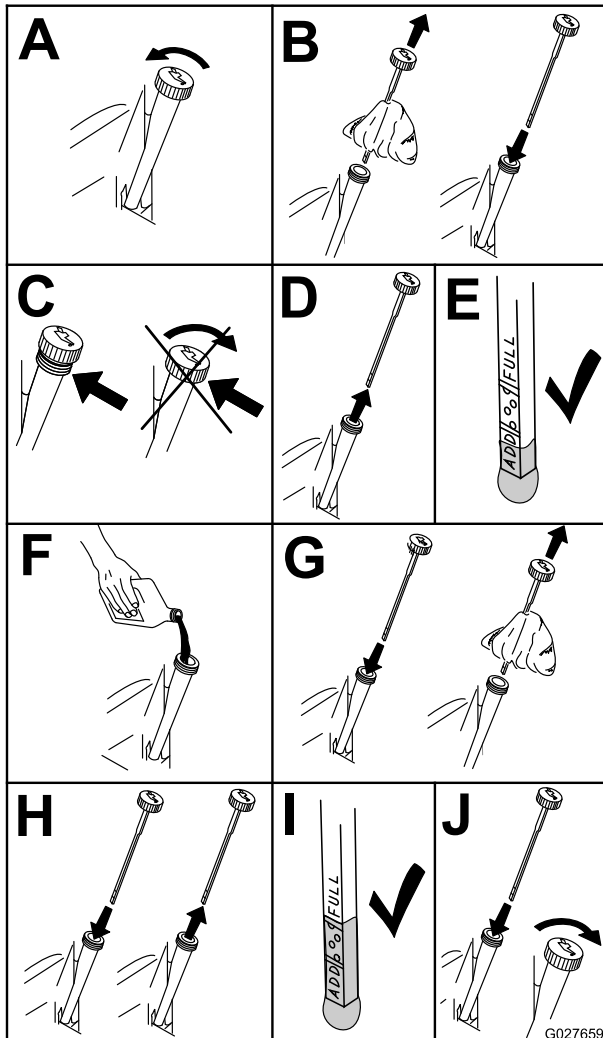

Figure 46
2. Avant de quitter la position d'utilisation, coupez le moteur, enlevez la clé de contact et attendez l'arrêt complet de toutes les pièces mobiles (Figure 46).